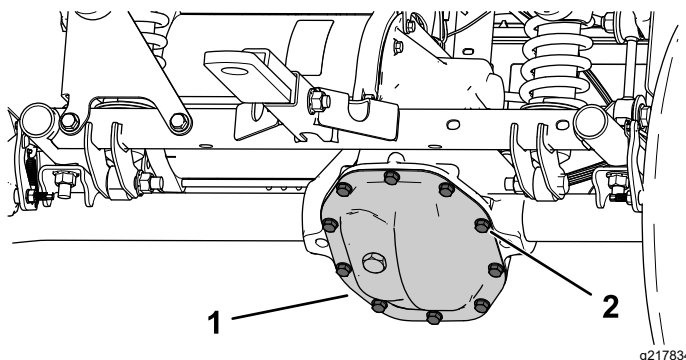

Figure 51
1. Placez un bac de vidange sous la protection de la boîte-pont (Figure 51).
- Retirez les boulons de la protection de la boîte-pont moteur et vidangez tout le liquide (Figure 51).